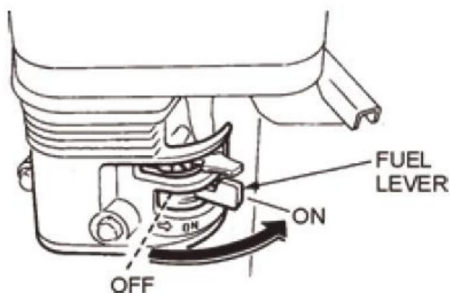

FIG.6
9.1 Placez le levier du robinet de carburant du moteur (FIG. 6) en position "ON".